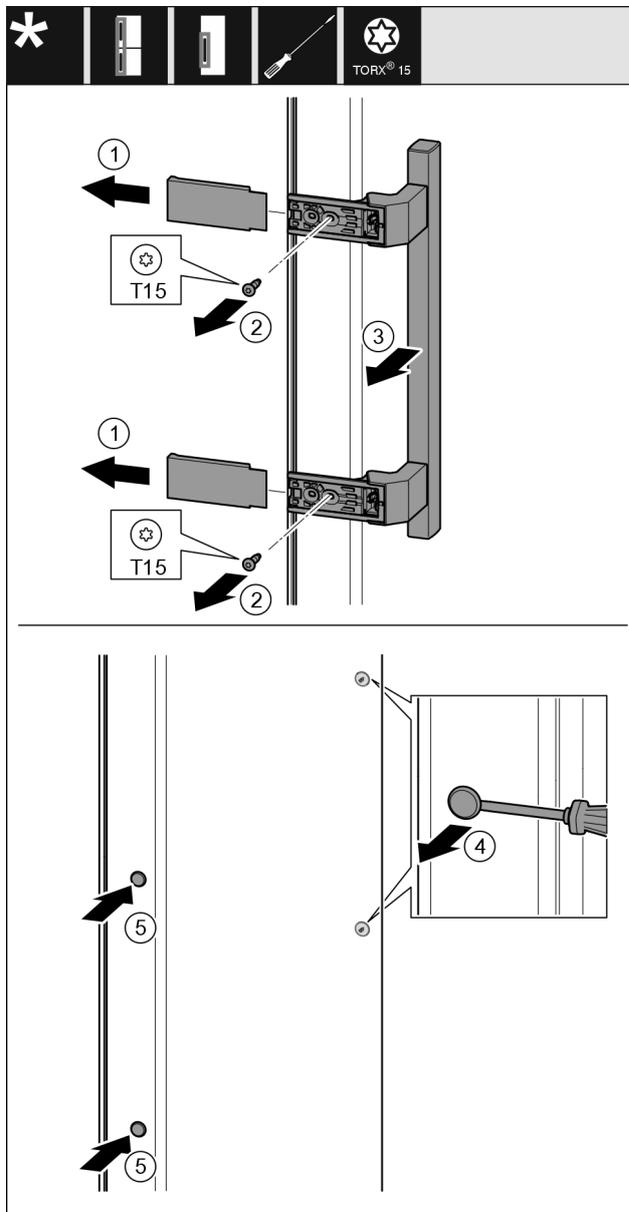

Fig. 40
- ▶ Togliere la copertura Fig. 40 (1).
- ▶ Estrarre le viti Fig. 40 (2) con un cacciavite.
- ▶ Rimuovere la maniglia Fig. 40 (3).
- ▶ Sollevare il tappo laterale Fig. 40 (4) con cautela con un cacciavite a intaglio ed estrarlo.
- ▶ Reinsediare il tappo Fig. 40 (5) sull'altro lato.